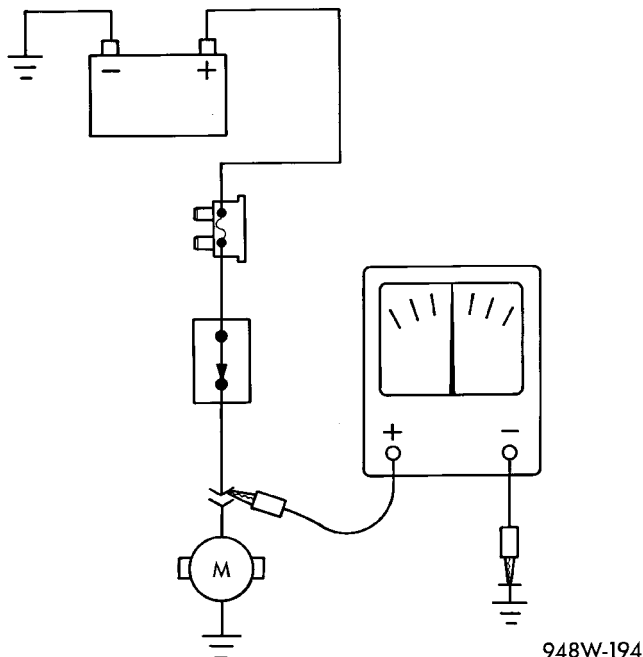

Fig. 8 Prueba de voltaje
- (1) Conecte el conductor de masa de un voltímetro a una buena masa conocida (Fig. 8).
- (2) Conecte el otro conductor del voltímetro al punto de prueba seleccionado. Es posible que para verificar el voltaje sea necesario colocar el encendido en posición ON. Consulte el procedimiento de prueba apropiado.